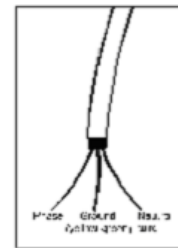

Рис. 14
- Энергии, имеющейся в доме пользователя, достаточно для нормального электропитания данного прибора (см. паспортную табличку) (рис. 14).